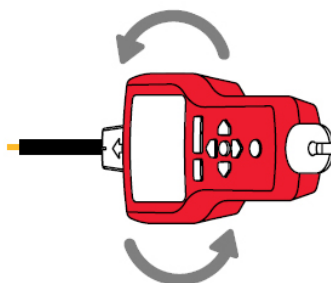

Figura 4.10c
6. Per verificare la direzione del cavo, ruotare periodicamente il ricevitore di 90 gradi. La potenza del segnale sarà più alto quando il cavo è allineato con la scanalatura del sensore punta. (Vedi Figura 4.10c)